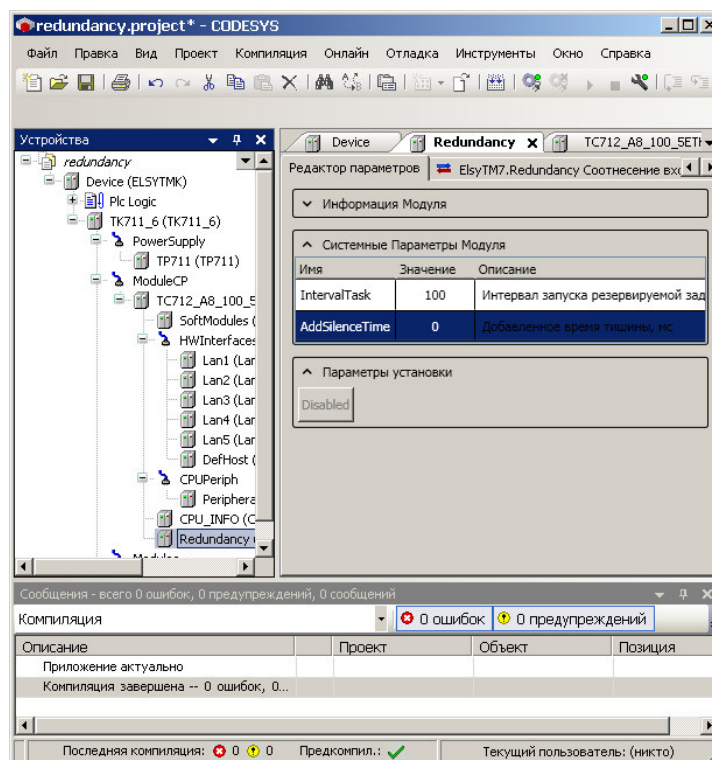

Рисунок 7 – Устройство Redundancy. Вкладка «Редактор параметров». Системные параметры модуля
2. Перейти во вкладку «Редактор параметров», затем щелчком по кнопке  «Системные Параметры Модуля» открыть таблицу системных параметров в соответствии с Рисунок 7. Описание системных параметров приведено в Таблица 4;